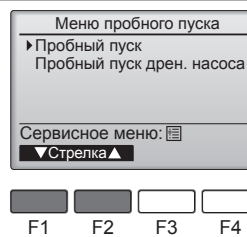

Fig. 7-2
- 2 Выберите режим "Пробный пуск" в Меню пробного пуска и нажмите кнопку [ВЫБОР]. (Fig. 7-2)